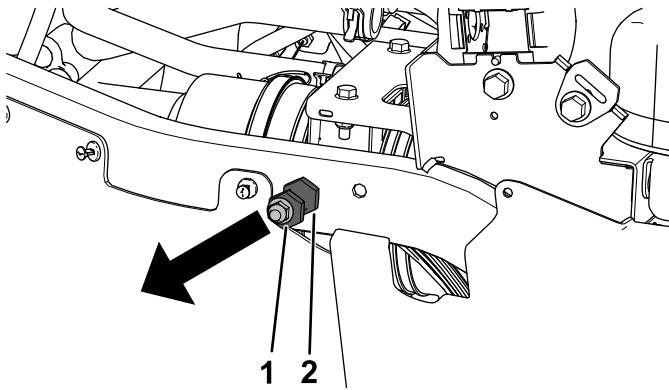

Figure 41
5. Retirez le contre-écrou (3/8 po) et la goupille de verrouillage des tubes arrière droit et gauche du cadre (Figure 41).